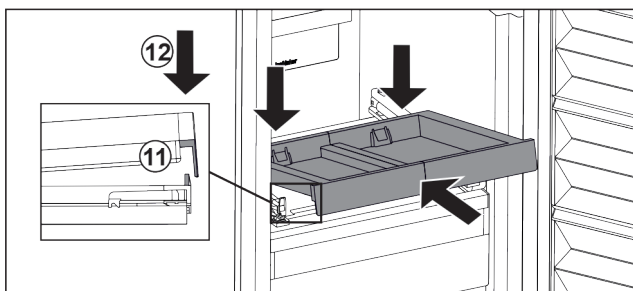

Fig. 104
- Skyv den skrått inn. Pass på at begge sider av anslaget er bak tappen. Fig. 104 (11)
- Sett ned uttrekksplaten foran. Fig. 104 (12)